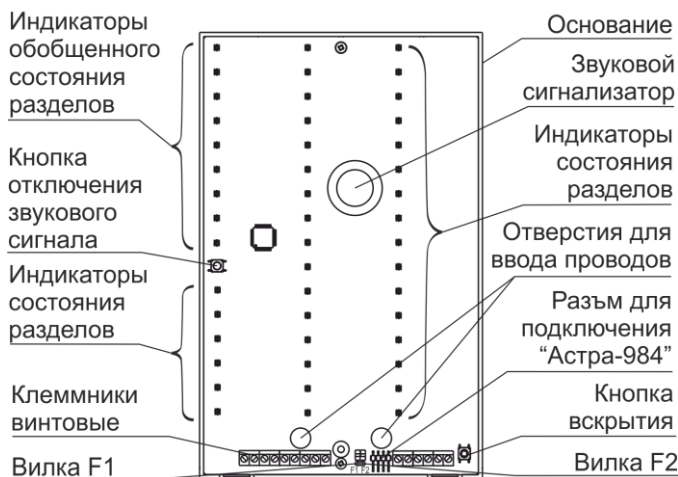

Рисунок 2
4.1 Конструктивно МИ выполнен в виде блока, состоящего из основания и съемной крышки. Внутри блока смонтирована печатная плата с радиоэлементами (рисунок 2).